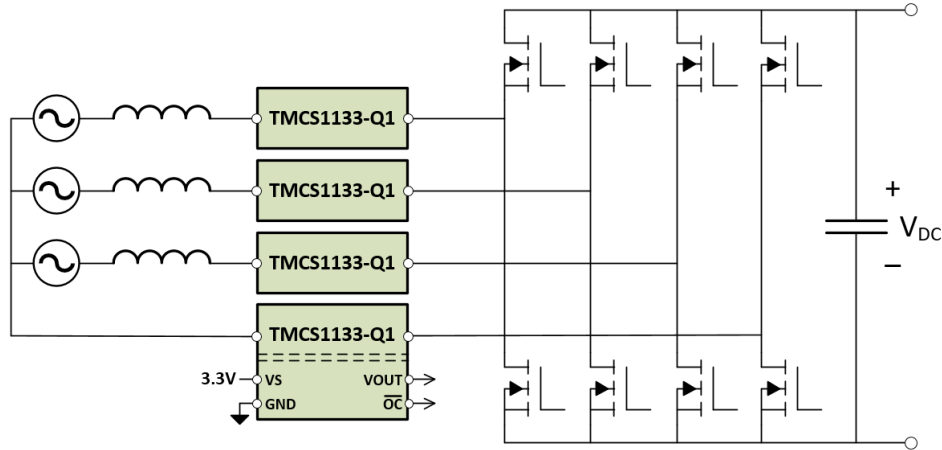

図 9-2. AC/DC コンバータの 電流検出
多くのアプリケーションでは、DC 回路で使用するために、AC 電源から電力を変換する必要があります。通常、電力伝送効率を向上させるために、いくつかの種類 **の**制御された力率補正 (PFC) 段が必要です。最新の PFC 段では、全体のサイズを縮小し、電力伝送効率を向上させるために、より高速で高速なパワースイッチが使用されています。多くの場合、AC/DC コンバータの PFC 段は AC 電源グリッドに直接接続されます。PFC 段で検出する場合の主要な課題は、電流センサが高電圧 (HV) 電力グリッドから生じる大きな電圧スパイクに加えて、電荷伝送中に高速パワースイッチから生じる大きな過渡にさらされることです。TMCS1133-Q1 構造内に固有の絶縁機能があるので、HV 電流センシングノードと低電圧制御回路との間に高いレベルの絶縁を実現し、高い同相過渡耐性 (CMTI) を達成することで、これらの課題を克服できます。図 9-2 に、一般的な AC/DC コンバータ段での TMCS1133-Q1 測定位相電流の使用方法を示します。